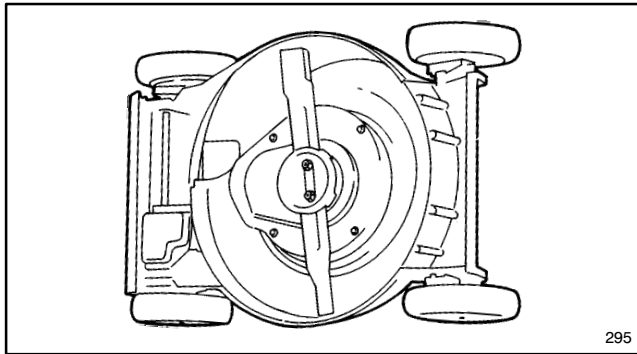

Figure 37
3. Basculer la tondeuse sur le côté droit (fig. 37).